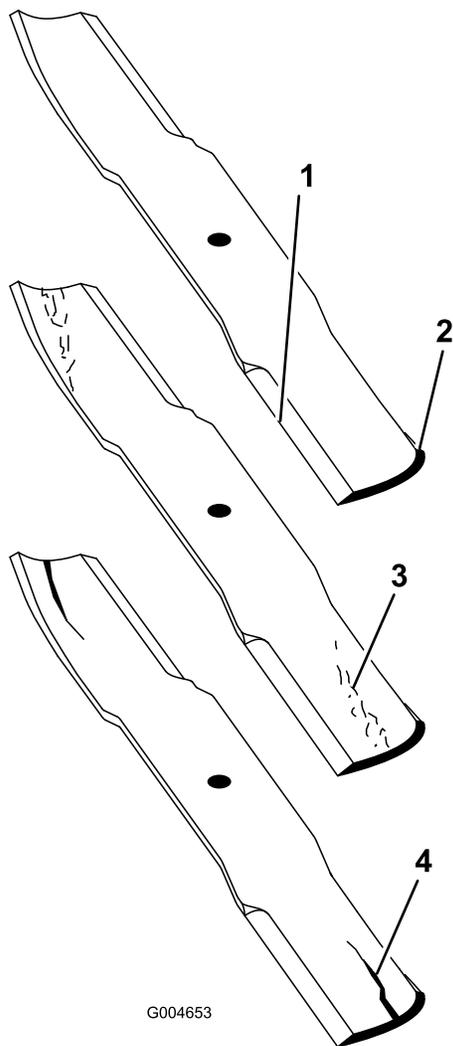

Figura 67
desgaste o la formación de una ranura en esta zona (Figura 67), instale inmediatamente una cuchilla nueva.
1. Inspeccione los filos de corte (Figura 67). Si los bordes no están afilados o tienen muescas, retire las cuchillas y afílelas. Consulte Afilado de las cuchillas \(página 39\).
2. Inspeccione las cuchillas, especialmente la parte de la vela (Figura 67). Si observa daños,